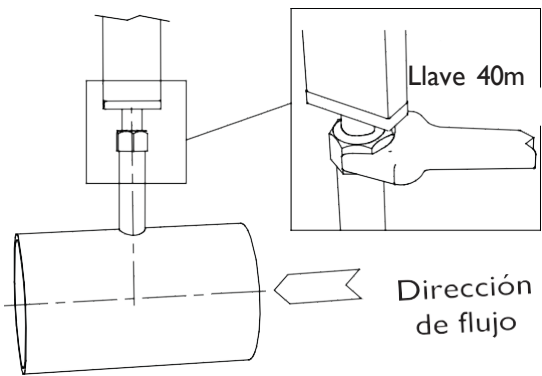

Fig. 4
- Apretar la tuerca manteniendo la alineación (fig. 4). El apriete de la tuerca debe garantizar el sellado de la junta.